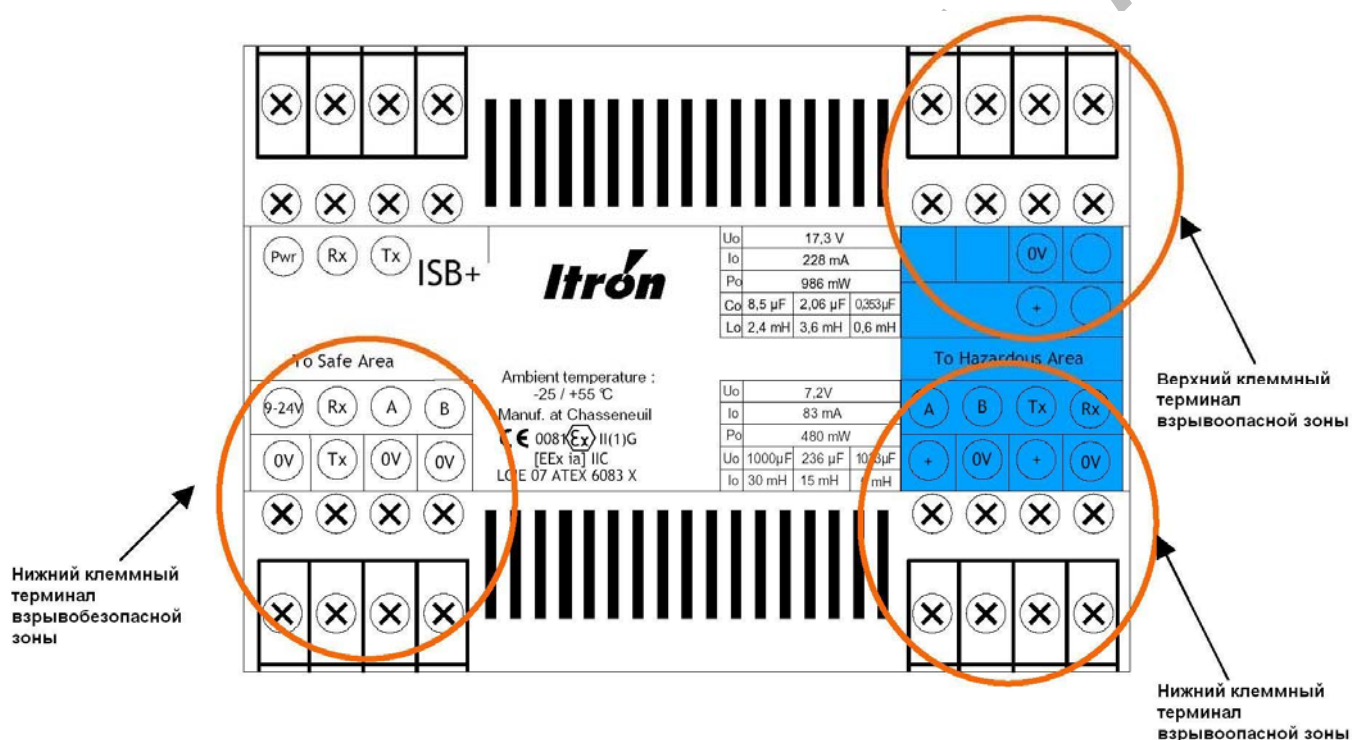

Рис. 1. Клеммные терминалы блока
- 3.4. Расположение клеммных терминалов блока, предназначенных для подключения кабелей цепей взрывоопасной и взрывобезопасной зон приведено на рис. 1.